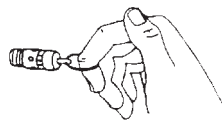

FIGURA 9
2. Accione la llave de partida conecta y desconecta ensamblada por el cliente (MS 3/30 y MSV 6/30) y/o botón rojo del presostato **4** (vea Figura 9 - MS 12/100) y verifique si el sentido de rotación correcto es anti horario, visto del ventilador.
7. Verifique el funcionamiento de la válvula de seguridad ASME **5** (Figura 9).
- B. Verifique el funcionamiento de la válvula de seguridad ASME 5 (Figura 9, pág. 29).